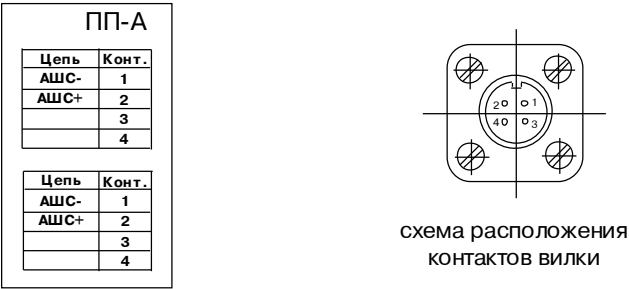

рис. 42 Схема подключения ПП-А
Присоедините концы проводящих проводов к розетке согласно схеме подключения (рис. 42).
- подключите извещатель через розетку и вилку согласно схеме подключения (рис. 42) к адресному шлейфу сигнализации;